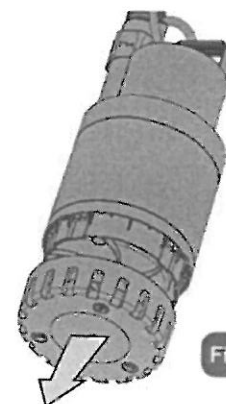

Figure 11
- Enlever la crépine d'aspiration (Fig.11).
- Enlever la partie inférieure (Fig. 11).